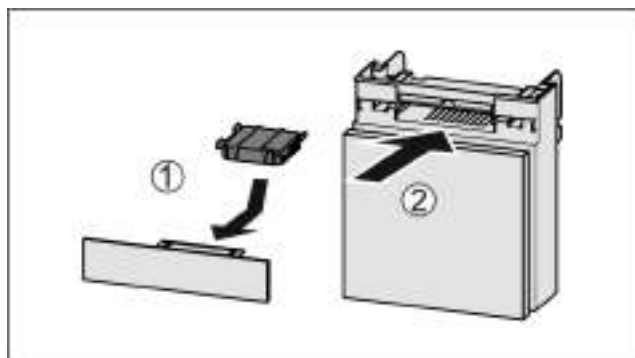

Fig. 219
- Установите фильтр с активированным углем, как показано на рисунке Fig. 219 (1).
- Вставьте отделение Fig. 219 (2).